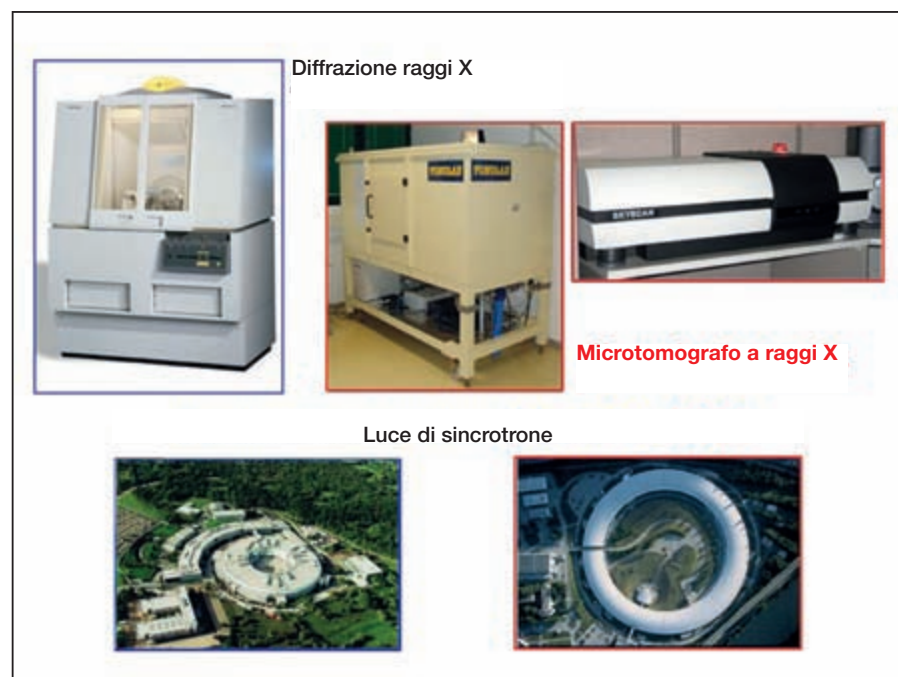

Fig. 1. Sorgenti di R-X.
- Abbiamo selezionato le tecniche analitiche più avanzate: diffrazione raggi X, luce di sincrotrone e microtomografia (Fig. 1).